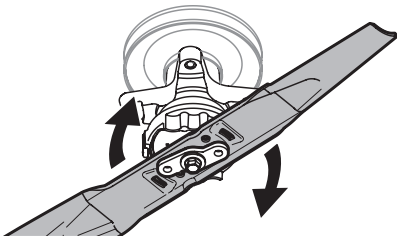

Fig. 53
- Gire la cuchilla en sentido de las agujas del reloj para alinearla con el adaptador de cuchilla (Fig. 53 en la página 71).